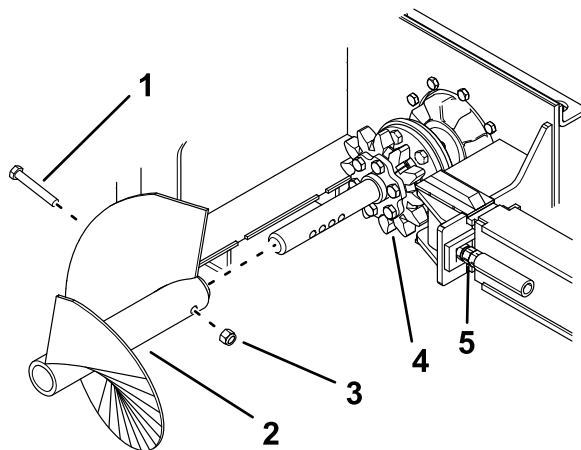

Figura 20
- Retire el sinfín (Figura 20).
- Afloje las contratuercas y colóquelas lo más cerca posible de las cabezas de los pernos tensores (Figura 20).
- Retire los 6 pernos ($\frac{5}{8}$ " x 2 $\frac{1}{2}$ ") y tuercas ($\frac{5}{8}$ ") que sujetan el piñón de arrastre (Figura 20).
- Retire y deseche el piñón de arrastre (Figura 20).
- Aplique fijador de roscas en los 6 pernos ($\frac{5}{8}$ " x 2 $\frac{1}{2}$ "), e instale las mitades del piñón, los pernos y las tuercas ($\frac{5}{8}$ ") con los dedos solamente (Figura 20).